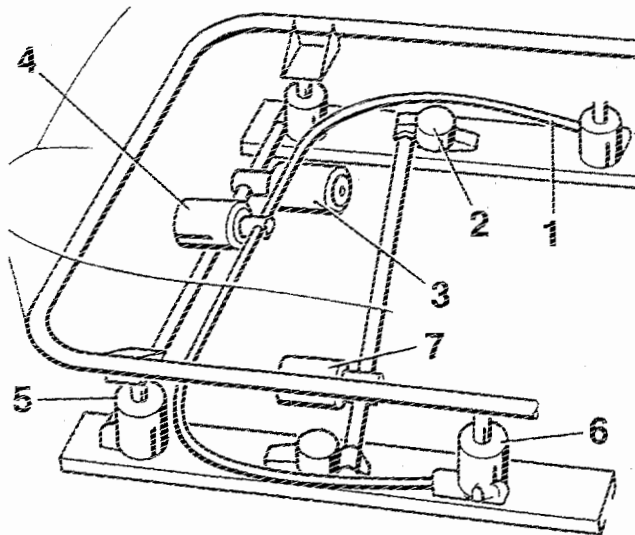

Fig. 1
**Question 1.1 :** Documents à consulter DR 1/12, DR 2/12, DR 3/12, DR 7/12 et figure 1.